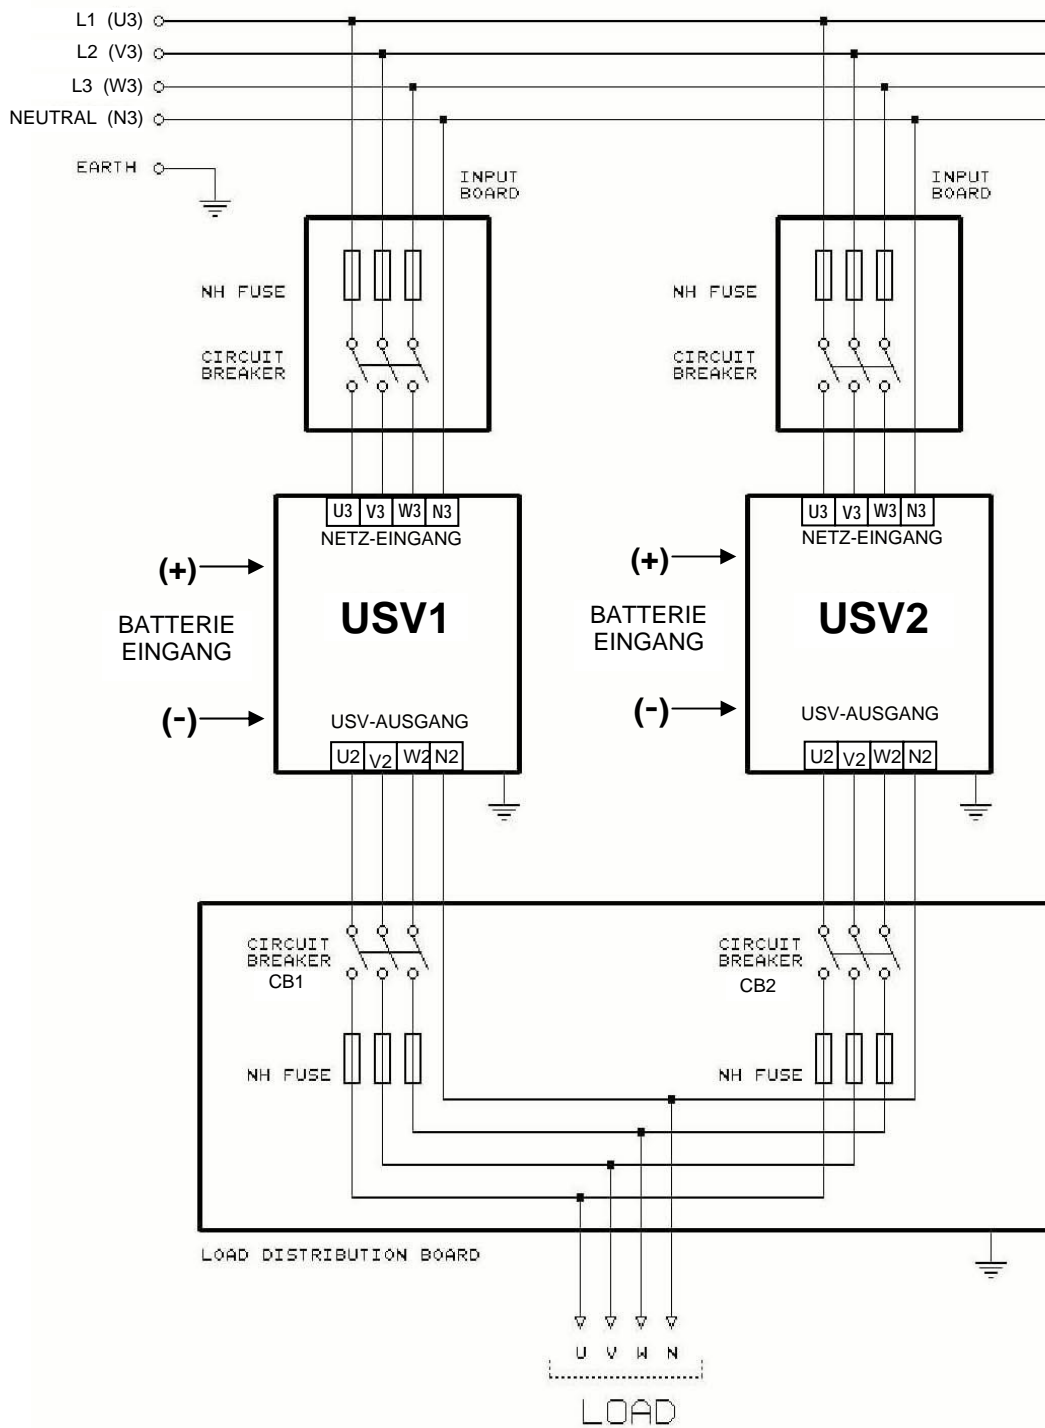

Bild 3-2 USV-Parallelverbindung
Bild 3-2 zeigt die Verbindung zweier paralleler USV und der Lastverteilung.
8. Wenn Sie die beiden USV neu starten, müssen die Lasttrenner CB1 und CB2 in der Verteilung (siehe Bild 3-2) auf Position AUS stehen. Schalten Sie dann den Schalter S4 (USV-Ausgang) bei beiden USV auf EIN.